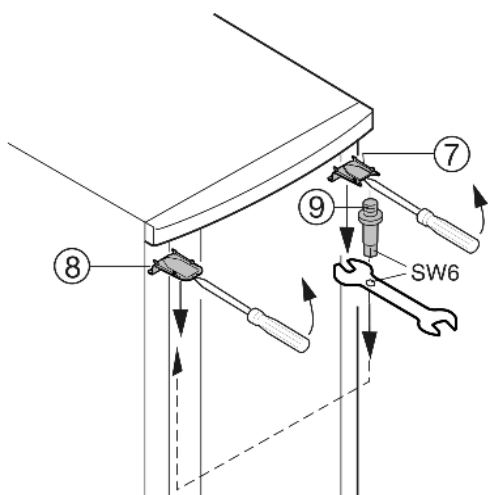

Fig. 5
- ▶ Верхнюю крышку Fig. 5 (7) и крышку Fig. 5 (8) с помощью отвертки выведите вперед из фиксатора и снимите, наклоняя вниз.
- ▶ Выкрутите опорный палец Fig. 5 (9) и вкрутите на противоположной стороне (с моментом 4 Нм). Используйте при этом внутренний шестигранник имеющегося в комплекте вильчатого ключа.
- ▶ Снова установите крышку Fig. 5 (7) на стороне опорного пальца: насадите сзади, защелкните спереди.
- ▶ Установите крышку Fig. 5 (8) на противоположной стороне: насадите сзади, защелкните спереди.
- ▶ Навесьте дверцу на опорный палец Fig. 5 (9) и закройте ее.